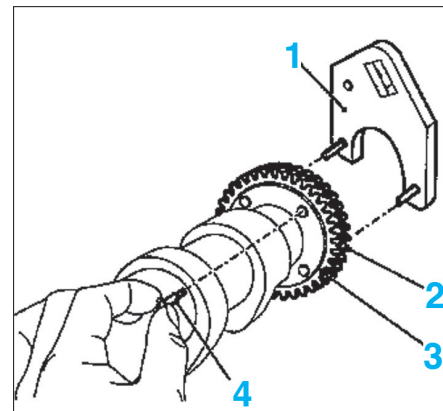

FIG. 33
- Bloquer le pignon d'arbre à cames d'échappement (3) et du pignon de compensation (2) à l'aide de la pige (4) (fig. 33).
- Lors du remplacement de l'arbre à cames d'échappement, précontraindre le pignon de compensation (2) sur le pignon d'échappement (3) à l'aide de l'outil (1) Opel KM-6092 et mettre en place la pige (4) KM-6092-10 en position (fig. 33).